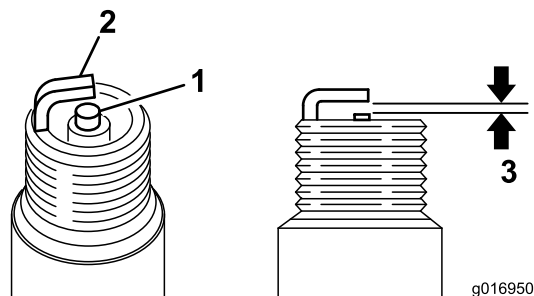

图34
3. 设定正确的空隙为 0.6-0.7 毫米（图34）。安装已设定正确空隙的火花塞，拧紧到 17 英尺/磅（23 牛米）。